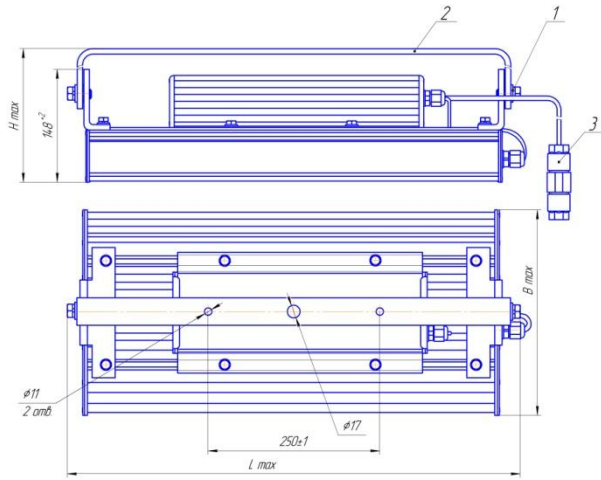
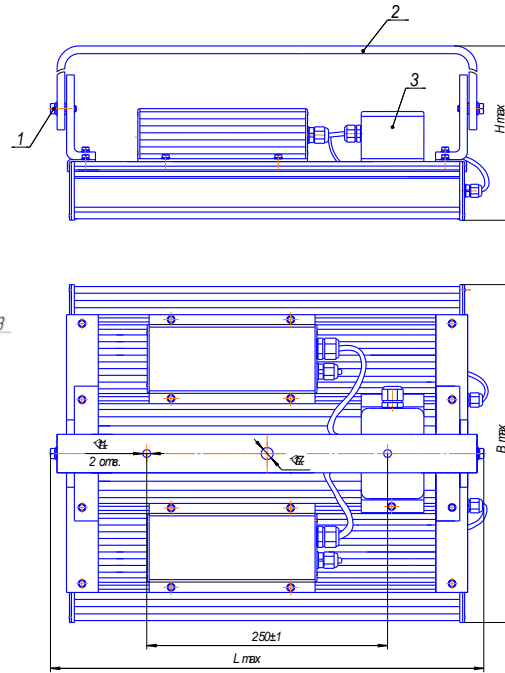

Рис. 1
Рис.2
— для светильников: мощностью 80-240 Вт (рис.1) и мощностью 320-500Вт (рис.2):
б) - для светильников: мощностью 80-240 Вт сетевой кабель подключить к кабельному разьему (3) рис.6 согласно схеме рис. 1а ; 1б;
- для светильников мощностью 320-500Вт снять крышку с распределительной коробки «СЕТЬ»(3), пропустить питающие и заземляющий провода через кабельный ввод и подключить к клеммам «Wago» согласно схемы рис.2а, закрыть крышку распределительной коробки светильника;
Рис.1а
Рис.1б
Рис.2а